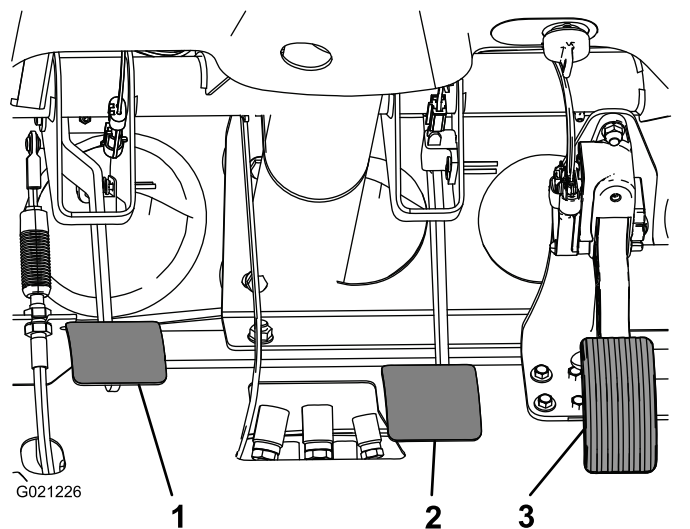

Figura 67
2. Sollevate il pedale del freno (**Figura 67**) fino a quando non viene a contatto con il telaio.
3. Allentate i controdadi che fissano la forcella all'albero del cilindro principale (**Figura 67**).